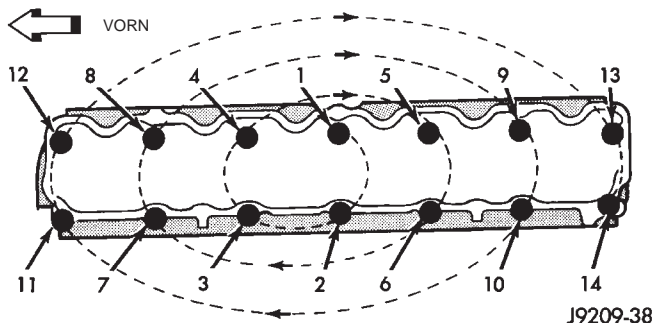

Abb. 37 Anzugsreihenfolge/Zylinderkopfschrauben
(3) Schraube 14 fixieren (durch Umwickeln mit Kleband) und Zylinderkopf anbringen. Kleband von Schraube 14 entfernen.
(4) Gewinde von Stehbolzen 11 mit Loctite 592 oder einem gleichwertigen Produkt behandeln.
(5) Zylinderkopfschrauben wie folgt anziehen (Abb. 37).